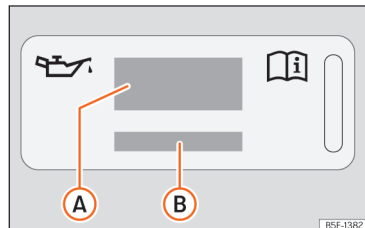

Fig. 226 No compartimento do motor: etiqueta de óleo do motor
Legenda da »» » **Fig. 226:**
Se tiver de adicionar óleo do motor, utilize um dos óleos indicados na etiqueta >>> Fig. 226.
- Se faltar a etiqueta com a especificação do óleo do motor >>> Fig. 226, contacte uma oficina especializada.